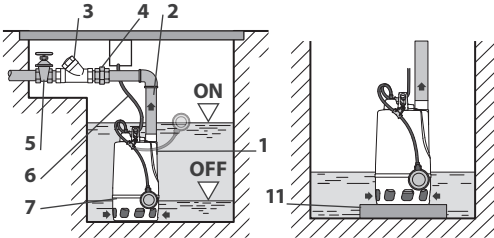

Fig. 6.1 – Instalação de eletrobomba monofásica
(Figs 6.1 e 6.2)
- uma válvula de corte (5) para isolar o circuito de descarga na fase de verificação ou manutenção,
- uma junta de três peças (4) para facilitar a desmontagem e a reinstalação,
- uma válvula de não retorno (3) que deverá ser de esfera ou de borboleta.
- No caso de líquidos não muito sujos e se a tampa de inspeção da válvula de não retorno permanecer facilmente acessível, pode ser colocada a jusante da junta de três peças (Fig. 6.1). Nos outros casos, convém colocar a válvula de não retorno antes da junta de três peças, de modo a poder inspecioná-la confortavelmente e limpá-la com a bomba desmontada da instalação.